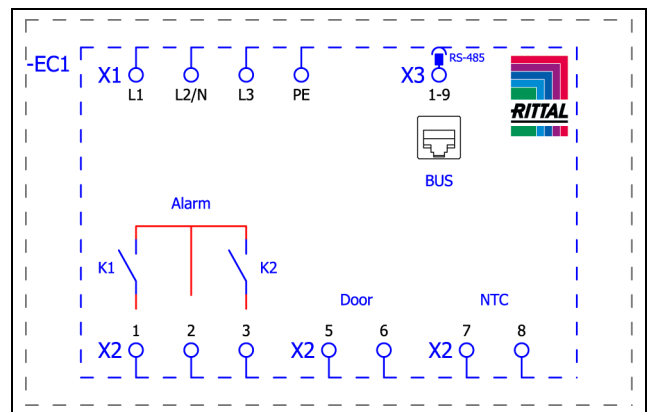
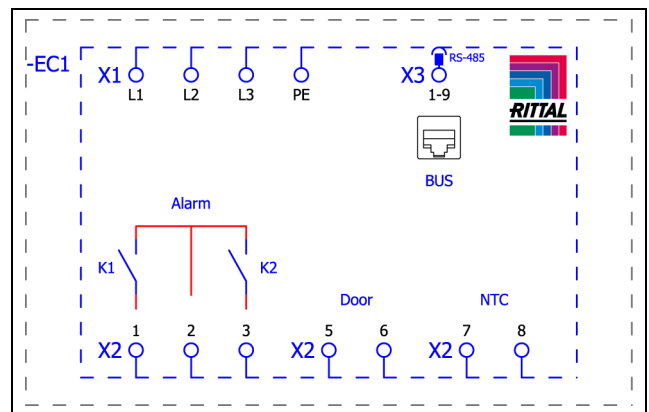

Fig. 17: Schema elettrico per SK 3484837, SK 3485x3x, SK 3486x3x e SK 3487x3x
Fig. 18: Schema elettrico per SK 3488x4x e SK 3489x4x
- Prendere il connettore di rete fornito in dotazione e realizzare il collegamento in base al relativo schema elettrico (Fig. 17 oppure Fig. 18).